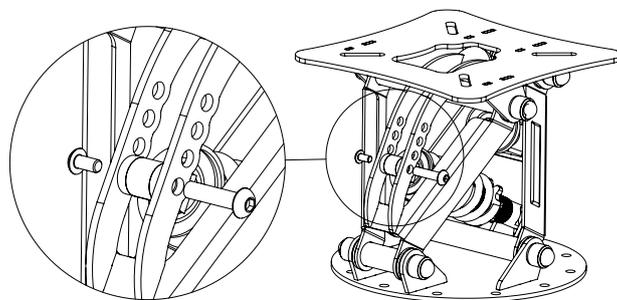

Рис. 3.
4. Закрепите в верхнем месте крепления амортизатор согласно предполагаемой нагрузке и зафиксируйте его винтом (поз.5). Как показано на (рис.3).